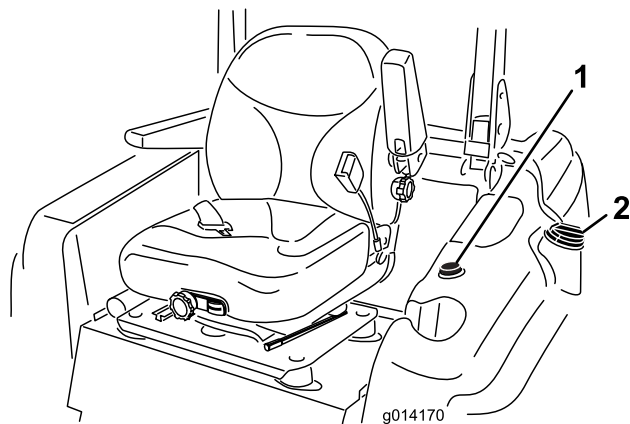

Figura 12
2. Limpe a zona em redor da tampa do depósito de combustível e retire a tampa (Figura 12).